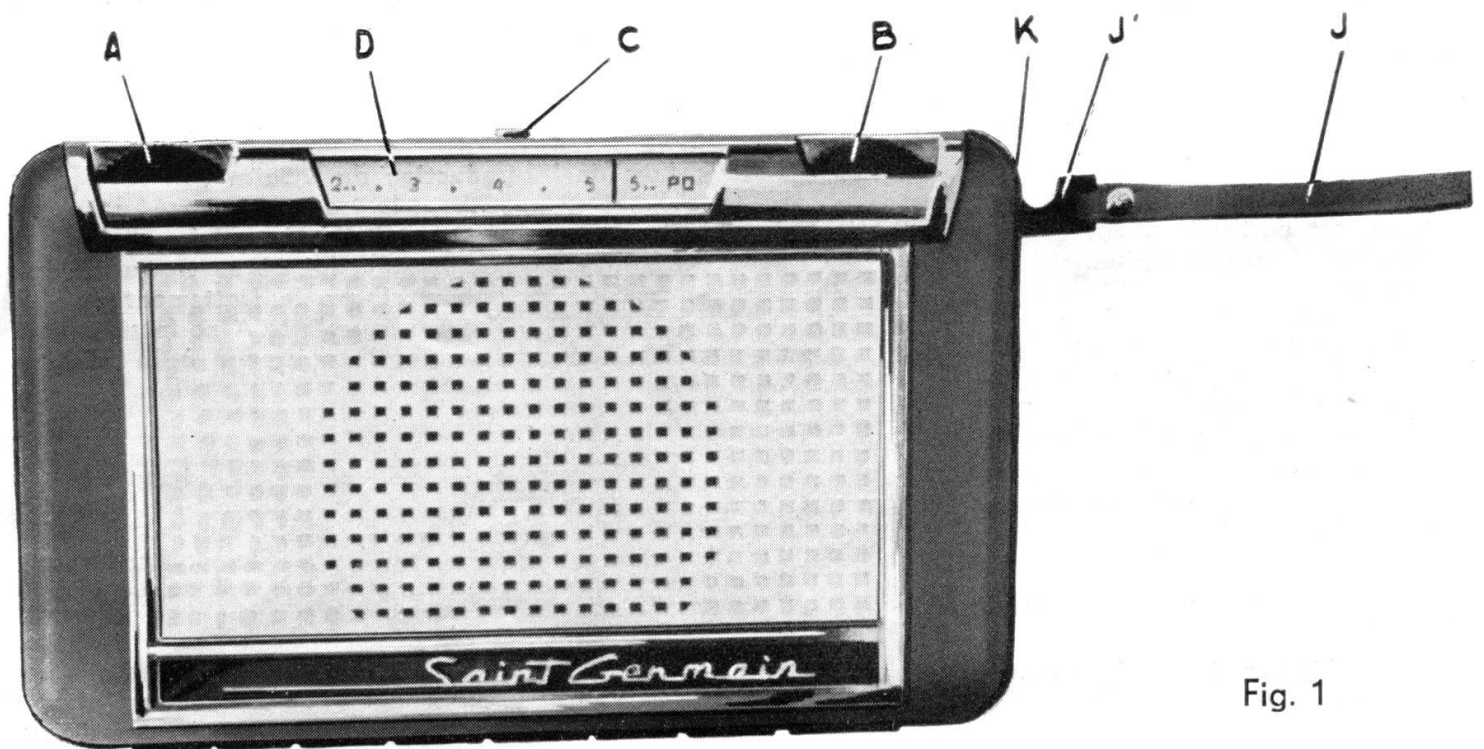

Fig. 1
§ 1. **Figures 1 et 4.** — Mise en service et arrêt (A).
§ 2. **Figure 1.** — Réglage de la puissance (A).
§ 4. **Figure 1.** — Choix de l'émetteur (B).